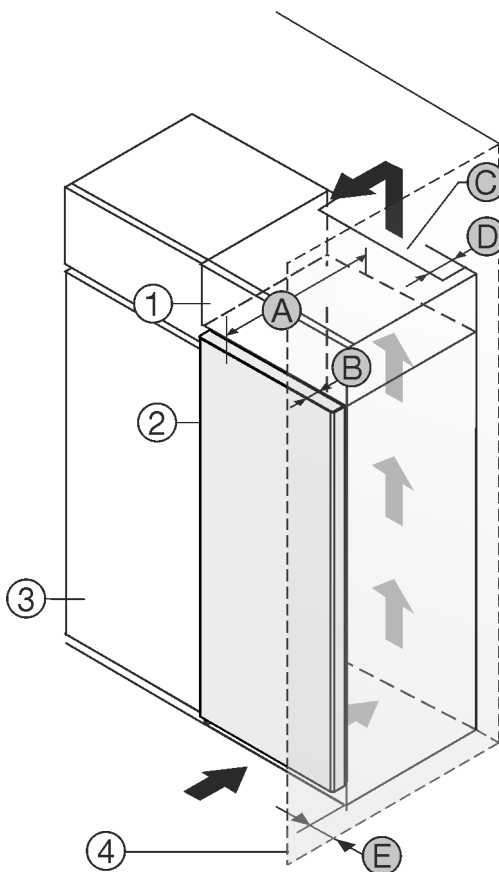

Fig. 1
- (1) Rátétszekrény \*
- (2) Berendezés \*
- (3) Konyhaszekrény \*
- (4) Fal \*
- (A) Készülék mélysége \*
- (B) Ajtó mélysége \*
- (C) Szellőzés keresztmetszete \*
- (D) Készülék hátsó oldalának távolsága \*
- (E) Távolság a készülék oldalától \*
A készülék közvetlenül a konyhaszekrény Fig. 1 (3) mellé állítható.\*
A rátétszekrény hátoldalán egy megadott mélységű Fig. 1 (D) szellőzőaknákat kell kialakítani a rátétszekrény teljes szélességében.\*
A mennyezet alatt be kell tartani a szellőző keresztmetszetet Fig. 1 (C).\*
Ha a készüléket a zsanérjaival a fal Fig. 1 (4) mellé állítja fel, legalább 13 mm távolságot kell tartani a faltól.\*
Ha a készüléket a zsanérjaival a fal Fig. 1 (4) mellé állítja fel, legalább 20 mm távolságot kell tartani a faltól.\*
Ahhoz, hogy az ajtót teljesen ki tudja nyitni, a készüléknek a konyhaszekrény elülső oldalához képest legalább az ajtó mélységének Fig. 1 (B) megfelelően ki kell állnia. A konyhaszekrények Fig. 1 (3) mélységétől és a fali távtartók használatától függően a készülék nagyobb mértékben is túllóghat előre felé.\*